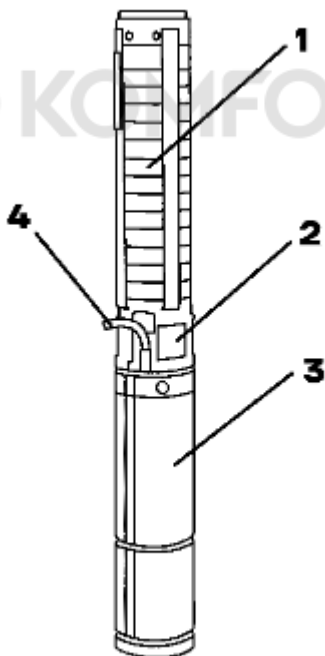

Рис. 1 Структура насосного агрегата SJ.
Насосный агрегат SJ состоит из насосной части (1), фланца переходного всасывающего (2), погружного электродвигателя (3) и электрокабеля (4) (см. рис. 1). Данная серия агрегатов относится к